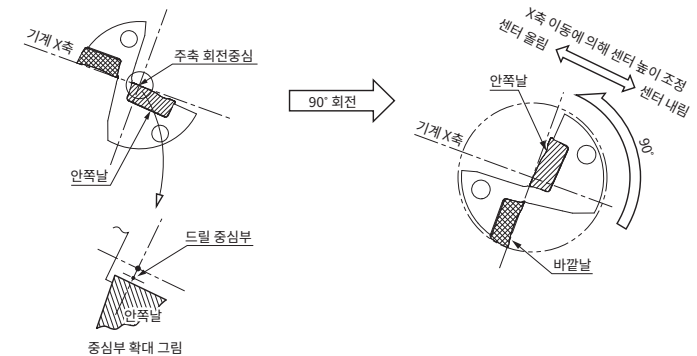

Fig. 9
- ② 위의 조정 후 가공하여 코어경이 크게 되는 경우 Fig. 9의 오른쪽 그림과 같이 드릴 본체를 90° 회전시켜 바깥날을 하측에 장착하고 기계 X축의 이동으로 센터 높이의 조정을 하십시오. (단, 가공경 조정 (옵셋)은 할 수 없게 됩니다.) 또한, 그림과 역방향 (바깥날을 상측)으로 장착하면 가공경이 작게되어 홀더 본체가 홀과 간섭되는 경우가 있으므로 주의하십시오. 근본적으로는 터렛 본체의 센터 어긋남을 조정하는 것이 필요합니다.